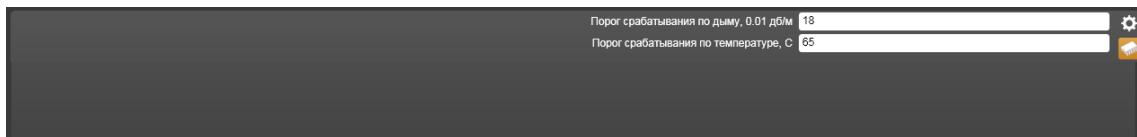

Рисунок 14.14.22 – Свойства Пожарного комбинированного извещателя
8) Пожарный комбинированный извещатель ИП212/101-64-А2R1 (ИП-64К) (Рисунок 14.14.22).